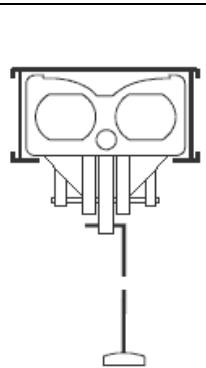

Рис. 9
2) Разблокируйте каретку, потянув за веревку, рис. 9. Продвиньте каретку к воротам и соедините ее с кронштейном на воротах при помощи прямой и изогнутой тяг, так, как показано на рис10. Чтобы при попытке взлома ворот не повредился мотор, желательно смонтировать привод и тяги так, чтобы в закрытом состоянии каретка располагалась ближе к воротам.